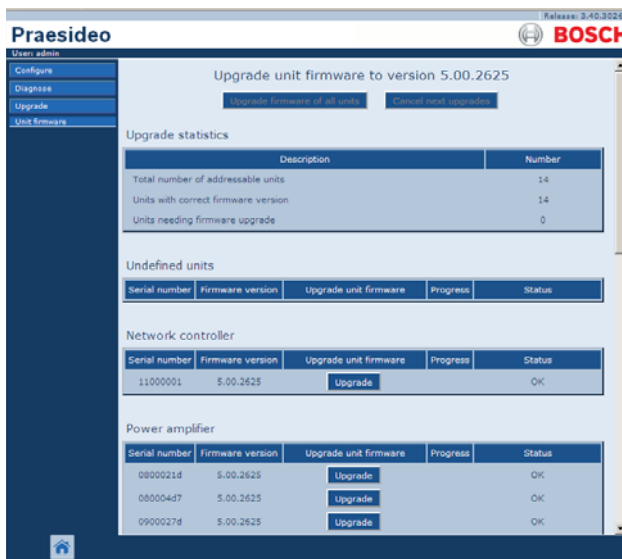

рисунок 37.9: Страница обновления встроенного программного обеспечения устройства
- 6 Нажмите кнопку *Upgrade unit firmware* в строке навигации для того, чтобы открыть меню обновления встроенного программного обеспечения устройства *Upgrade unit firmware*. Отобразится экран, подобный экрану, изображенному на рисунок 37.9. В названии страницы отобразится номер версии программного обеспечения, который ждет система. Номер выпуска встроенного программного обеспечения, работающего на данный момент, отобразится в поле версии встроенного программного обеспечения *Firmware version*.